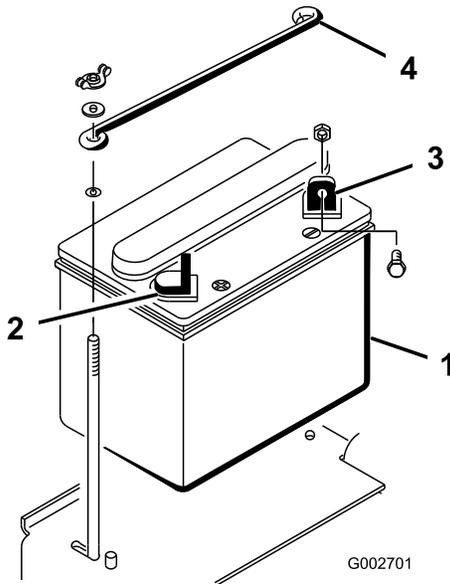

Figure 6
1. Mettez la batterie en place en positionnant la borne négative vers l'arrière de la machine (Figure 6).